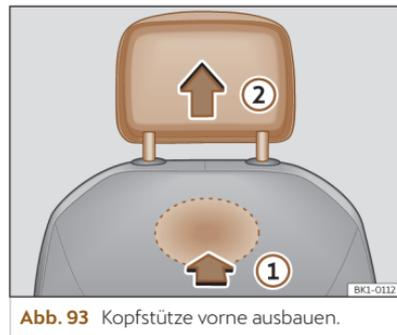

Abb. 93 Kopfstütze vorne ausbauen.
- Lokalisieren Sie zum Entriegeln der Kopfstütze die Aussparung im markierten Bereich auf der Rückseite der Sitzlehne und drücken Sie in Pfeilrichtung >>> (**Abb. 93**) **1**.